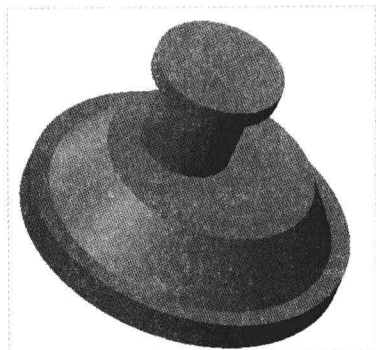

图 8-19 绘制径向轴特征
Step 06 单击“接受值”按钮 ☒，返回“轴：草绘”对话框，单击“确定”按钮，即可绘制径向轴特征，如图 8-19 所示。